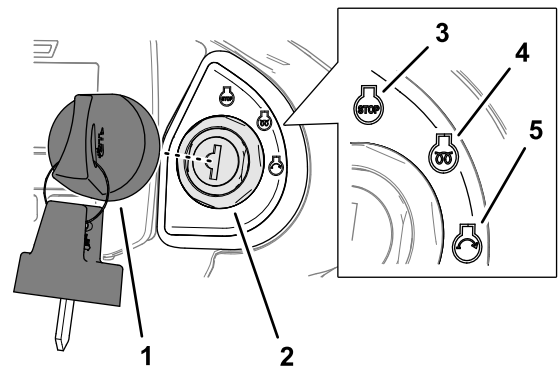

Figura 25
- Gire la llave a la posición de Desconectado (parada) (Figura 25).